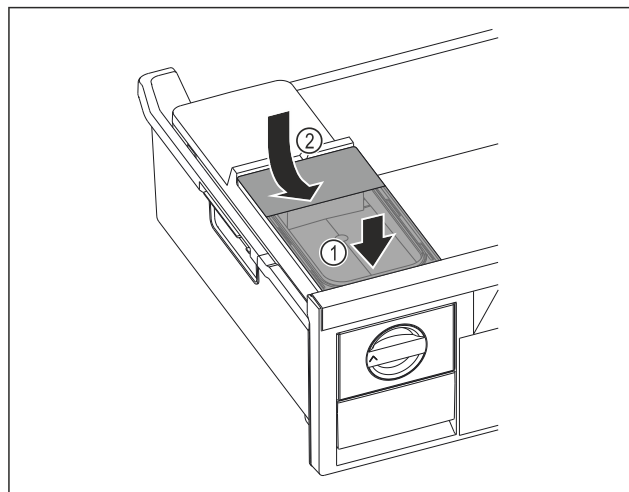

Fig. 98
- Nasadte vpředu nádržku na vodu Fig. 98 (1)
- Spusťte nádržku na vodu vzadu dolů Fig. 98 (2)